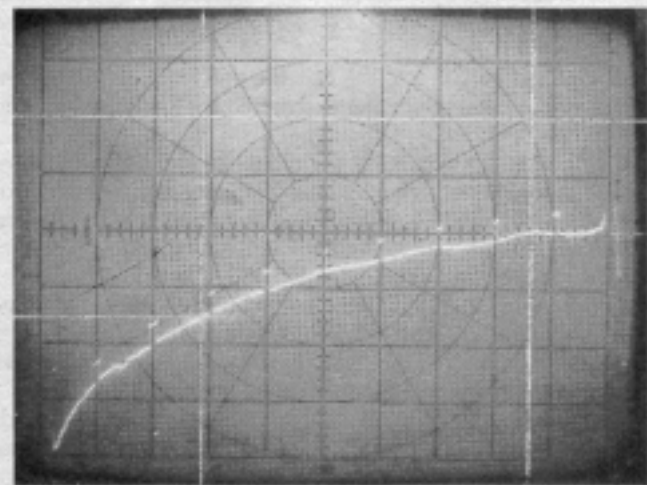

Fig. 2.4 Forward direction open term. 2m=35dB. 70cm=18dB. Vorwärts Richtung ohne Abschluß. Vert. 10dB/div.
D. Für 2m und 70cm getrennt eingebaute Richtkoppler zeichnen dieses Modul zusätzlich aus. Die Koppeldämpfung im 2m-Band beträgt etwa 35dB, im 70cm Band 20dB. Die Richtschärfe im 2m-Band beträgt ca. 19dB und im 70cm Band ca. 24dB. Die technischen Daten des integrierten Richtkopplers sind aus den Bildern Fig. 2- Fig. 2.4 zu erkennen. Die vor- und rücklaufenden Leistungen werden gleichgerichtet und der MCU zugeführt wo die entsprechenden Werte Leistung und SWR berechnet und zur Anzeige gebracht werden. Die Leistung kann wahlweise im
E. Two separate integrated directional couplers for 2m as well for 70cm performs this PA-module, too. The coupling loss on 2m amounts abt. 35dB and on 70cm abt. 20dB at a directivity on 2m of abt. 19dB and on 70cm of abt. 24dB. The characteristics can be taken from the Fig. 2.0 - Fig. 2.4. The generated voltages in respect of the RF power drive the MCU where the Output-Power is displayed in Watts or dBm and the SWR as SWR or return-power in dBm. The pots RE5-RE8 are adjusted for best directivity and the pots RE1-RE4 to 2.5V terminated forward power of 10W.